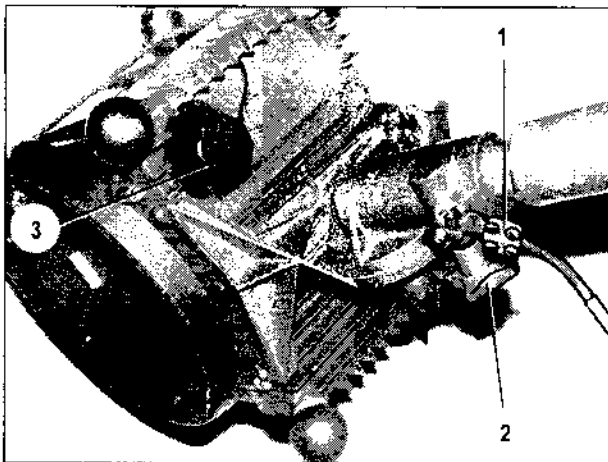

Bild 112
37. Stecker des Vielfachkabels FM 15000 von der Steckdose an der RF-Einheit abbauen. Steckdose mit Schutzkappe (Bild 112/3) verschließen.
38. Erdungsleitung (Bild 112/1) von der Konsole FM 15000 abbauen.
39. Klemmschraube (Bild 112/2) lösen und RF-Einheit des FM 15000 vom Mastaufsatz abziehen.